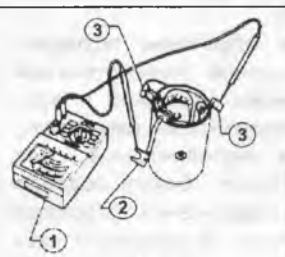
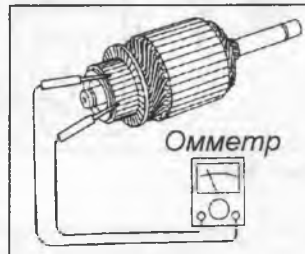
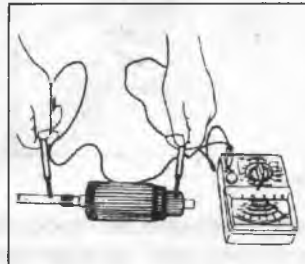

Рис. 309
Рис. 307
Рис. 308
(Рис.307), при наличии обрыва замените ротор. Проверьте изоляцию между каждым сегментом и валом ротора с помощью мегомметра (Рис.308), при нарушении изоляции замените ротор. Проверьте целостность цепи между плюсовым выводом обмотки возбуждения (2) и плюсовыми щетками (3) с помощью омметра (1) (Рис.309). При обрыве цепи замените обмотку возбуждения. Проверьте изоляцию между корпусом (1) и плюсовым выводом обмотки возбуждения